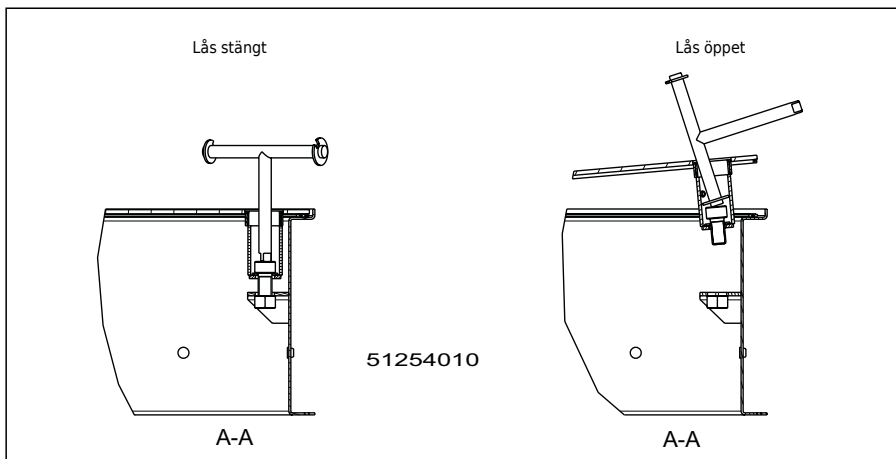

Fig. 10 – SD7-lås (utan profilcylinder)
4. Vrid den isatta manövernyckeln moturs tills skruven lossnar. Sätt nu i manövernyckeln med sidan med största möjliga skiva i låset som är motsatt gångjärnssidan och lyft uppåt. Om manhålsluckan har flera lås, fortsätt enligt beskrivningen ovan för att öppna alla låsen (fig. 10).